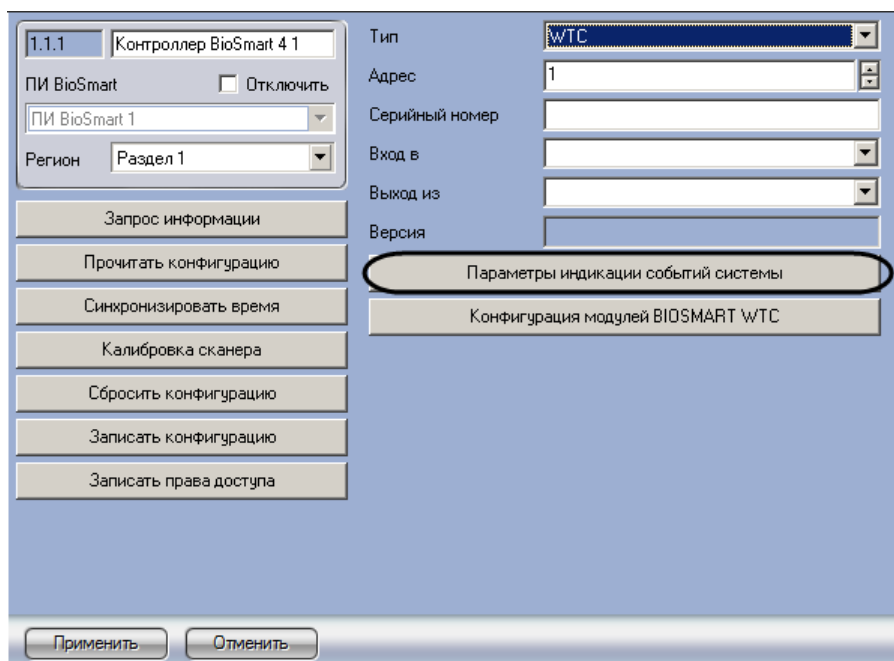

Рис. 3.5—3 Переход к настройке параметров индикации
1. Перейти на панель настроек объекта **Контроллер BioSmart** (Рис. 3.5—3).
2. Нажать на кнопку **Параметры индикации событий системы** (см. Рис. 3.5—3).